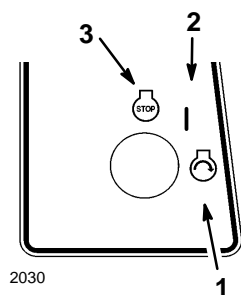

Abbildung 11
6. Den Zündschlüssel im Uhrzeigersinn drehen und in Position "START" halten (Abb. 11). Wenn der Motor anspringt, den Schlüssel loslassen.
2. Den Zündschlüssel auf "OFF" (AUS) stellen (Abb. 11).